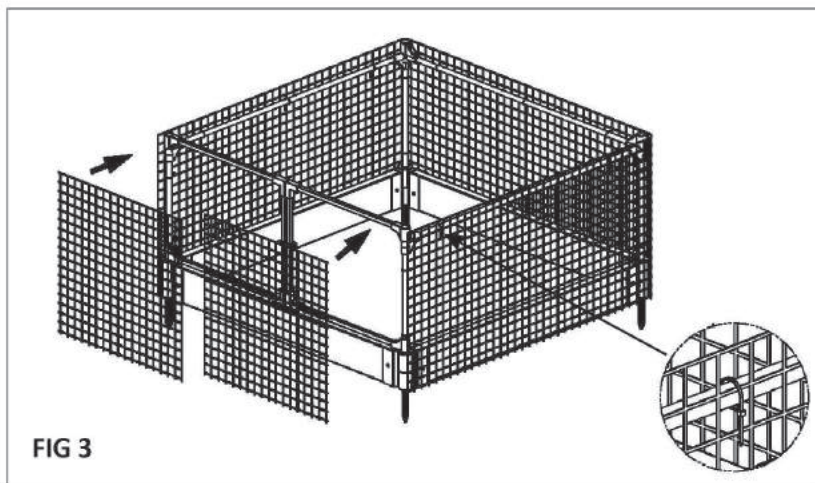

FIG 3
Étape 5 – Installer le filet noir sur la structure. (Fig. 3)